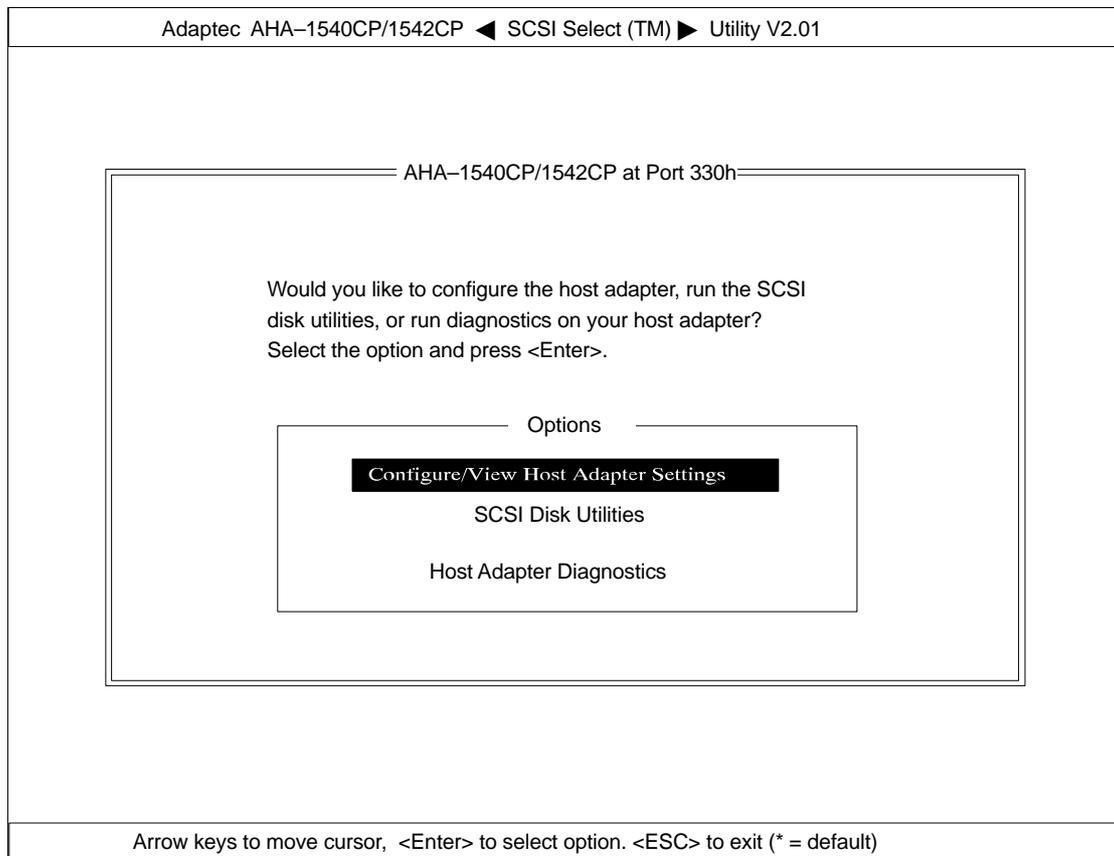

Bild 4.16 SCSI-Select-Menü 2
- Im folgendem SCSI-Select-Menü 2 (siehe Bild 4.16) die Voreinstellung "Configure/View Host Adapter Settings" mit <RETURN> bestätigen.